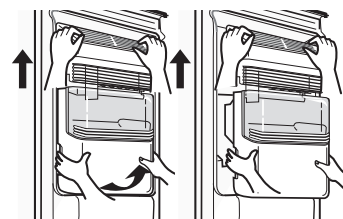

figura 1
- Sujete el asa como se muestra en la figura 1.